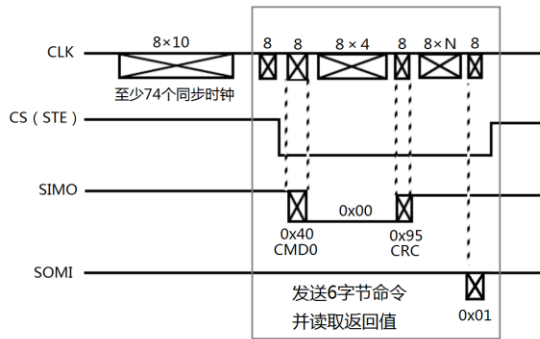

图 11.7 SD 卡的复位时序
- 1) 图 11.7 中框选部分可整体看成是“发送 6 字节命令并等待返回值”，这个可直接调用前面编写的 Write_Command_SD()函数，以后我们不再在时序图中特别框选这部分